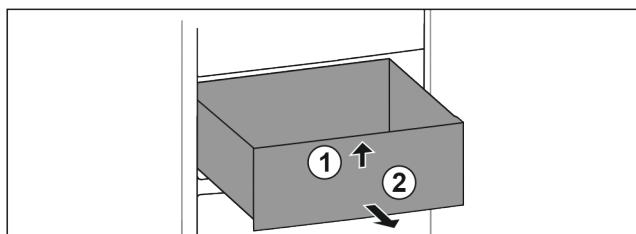

Fig. 89
- ▶ Soulever la partie avant du tiroir. Fig. 89 (1).
- ▶ Retirer le tiroir par l'avant. Fig. 89 (2)